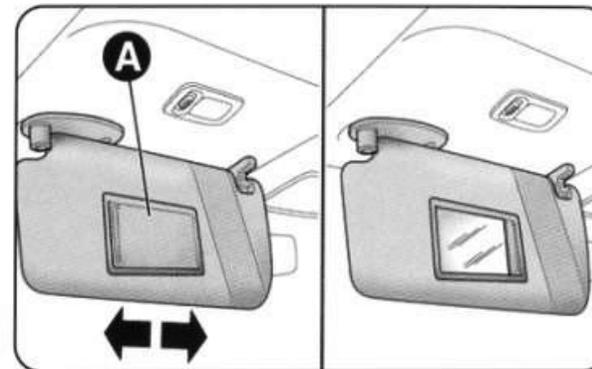

рис. 49
**ПРОТИВОСОЛНЕЧНЫЕ КОЗЫРЬКИ (рис. 49)**